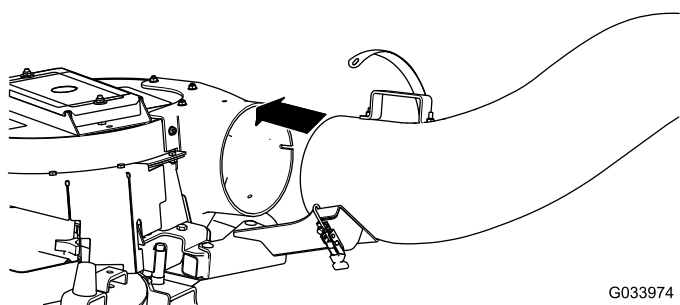

Figure 9
6. Verrouillez le tube sur le ventilateur (Figure 9).